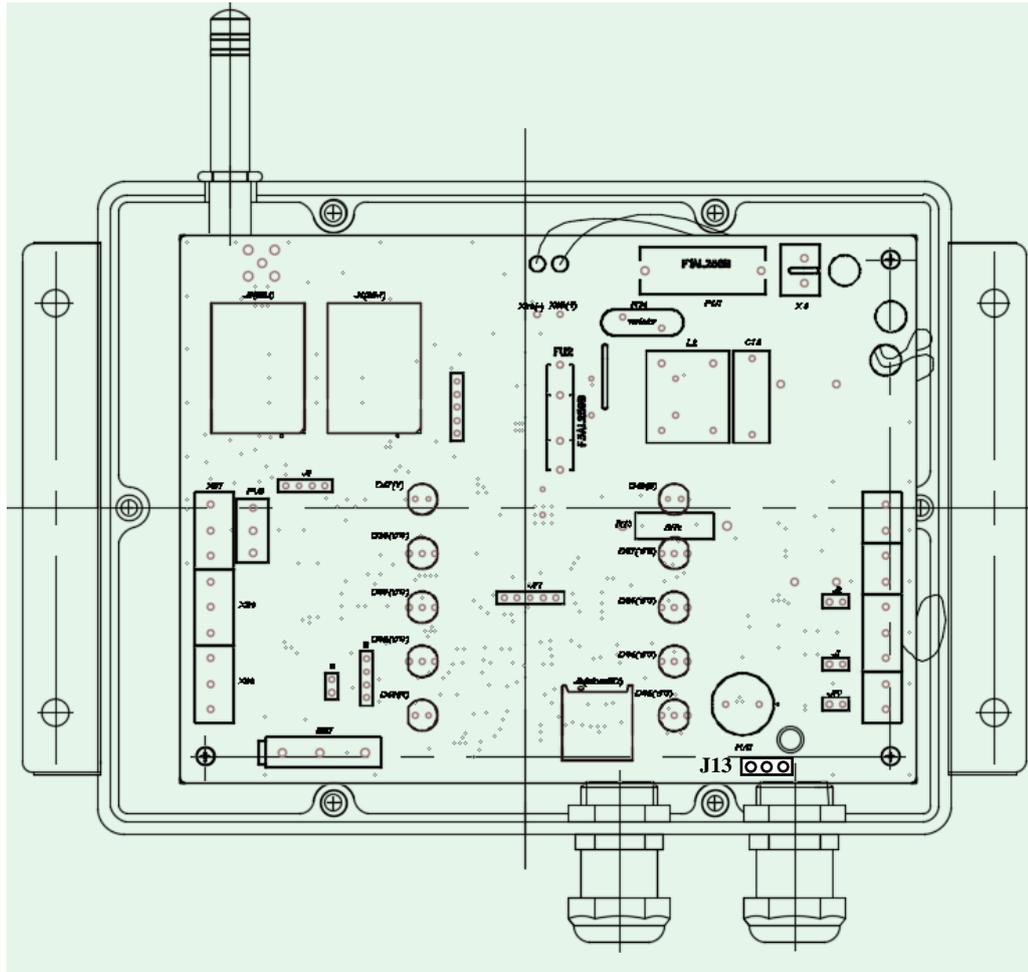

Рисунок 1 – Внешний вид УОО со снятой крышкой с указанием расположения и обозначения разъемов и перемычек на плате
1.5.6 При закрытии крышки происходит замыкание контакта тампера «SB1» (см. рисунок 1), расположенного на плате, который служит при работе УОО датчиком несанкционированного открытия крышки. При замыкании и размыкании контакта переключателя «SB1» в работающем УОО происходит отправка на ПЦН соответствующих сообщений – о закрытии и открытии крышки УОО.
1.5.13 Для включения режима использования двух SIM карт необходимо при помощи перемычки замкнуть средний и крайний слева контакты в держателе (расположен на плате справа внизу, см. рис.1), а для использования одной SIM карты (в слоте SIM 1) – замкнуть средний и крайний справа контакты держателя «J13».
2.2.2.7 Подготовить место для установки УД с учётом длины проводников УД, которой должно быть достаточно для подключения УД к контактам клеммной колодки «XS2» платы УОО (см. рис.1) после ввода проводников УД в корпус УОО через кабельный ввод сигнальный.
2.2.2.13 Установить согласно 1.5.13 перемычку на контакты держателя «J13» для выбора количества используемых SIM карт. Установить SIM-карту SIM1 (основной канал связи) в держатель SIM-карты «J5» (расположен на плате слева вверху, см. рисунок 1) и, при использовании второй SIM карты, установить SIM-карту SIM2 (резервный канал связи) в держатель SIM-карты «J4», установить карту памяти в держатель «J8» (MicroSD).
2.2.2.14 Изъять предохранитель из держателя предохранителя FU2 (см. рис.1). При помощи смонтированных на плате УОО проводников подключить, соблюдая полярность, АКБ (не входит в комплект поставки УОО, см. 1.3.1) к контактам платы «XS5» (подключить к плюсовой клемме АКБ) и «XS6» (подключить к минусовой клемме АКБ).